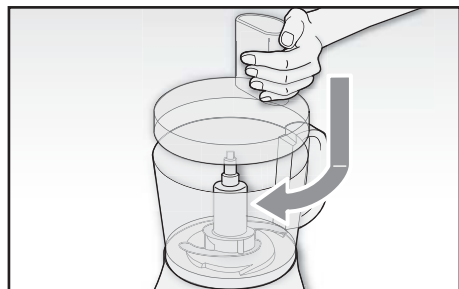
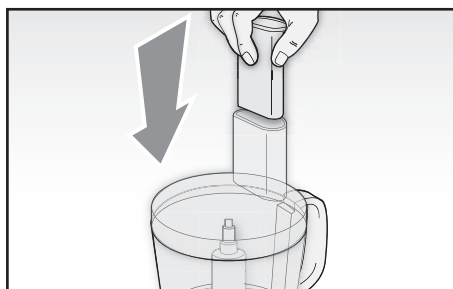

Abb. 9
Abb. 10
- 1 Die Zutaten in die Schüssel (P) geben. Wenn möglich, die feste Speisen in kleinen Stücken (1,5 x 1,5 cm) schneiden. Beim Füllen der Schüssel, das maximale Niveau der Schüssel nicht überschreiten.
- 2 Die Schüssel (P) mit dem Decken (O) decken. Dabei achten, dass die Markierung im Schüsselinneren mit dem Symbol (⚡) übereinstimmt. Den Deckel (O) durch Drehen im Uhrzeigersinn (⌚) (Abb. 9) befestigen.
- 4 Den Geschwindigkeitseinstellknopf (A) drehen, um das Gerät in Betrieb zu setzen. Man kann zwischen drei Betriebsarten auswählen: minimale Geschwindigkeit ("1"), maximale Geschwindigkeit ("2") und Taktbetrieb ("P"). Damit die Maschine im Taktbetrieb optimal funktioniert, den Schalter für maximal je 2 bis 3 Sekunden gedreht halten.
- 5 Um Zutaten während des Betriebs hinzuzufügen, das Loch im Deckel (O) benutzen. Die Speisen dann mit dem Stopfer (G) (Abb. 10) schieben.
- 6 Um den Betrieb zu unterbrechen, den Knopf (A) betätigen und ihn auf "0" stellen.